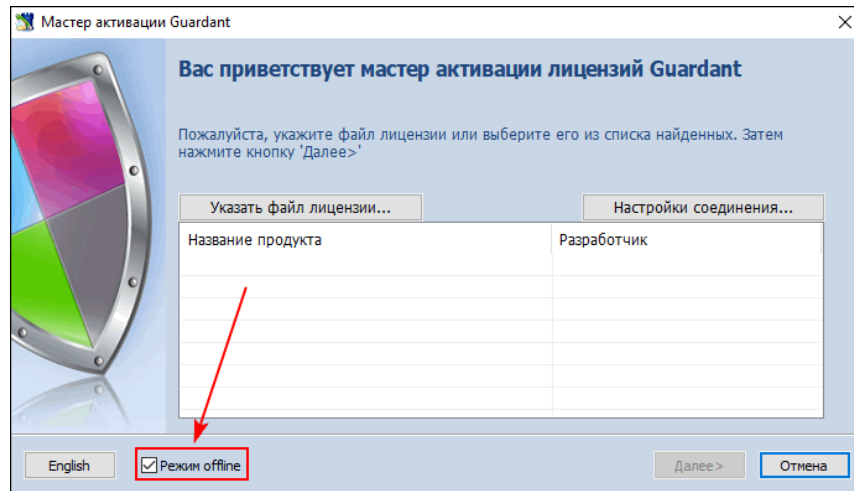

Рисунок 29 - Чекбокс «Режим offline»
3. Заполните чекбокс «Режим offline» (Рисунок 29).